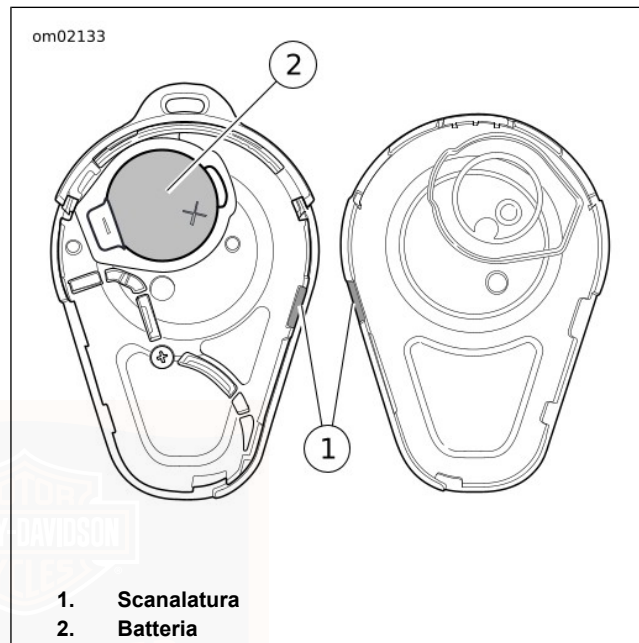

Figura 15. Batteria del portachiavi elettronico
1. Vedere Figura 15 . Fare leva delicatamente con una lama sottile nella scanalatura a unghia (1) sul lato del portachiavi per separare le due metà.
2. Rimuovere la batteria (2) e smaltirla.
- a. Scostare la chiusura (3) dalla batteria.